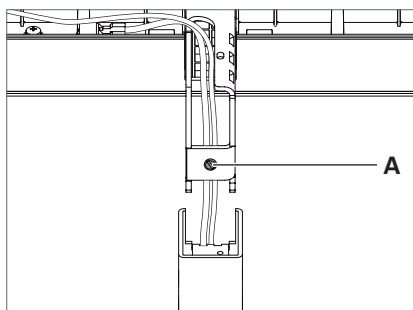

Fig. 16: Ajuster la tête du luminaire.
- ▶ Pour soulever un peu la tête du luminaire, tournez la vis de réglage **A** d'un tour dans le sens inverse des aiguilles d'une montre, voir Fig. 16.